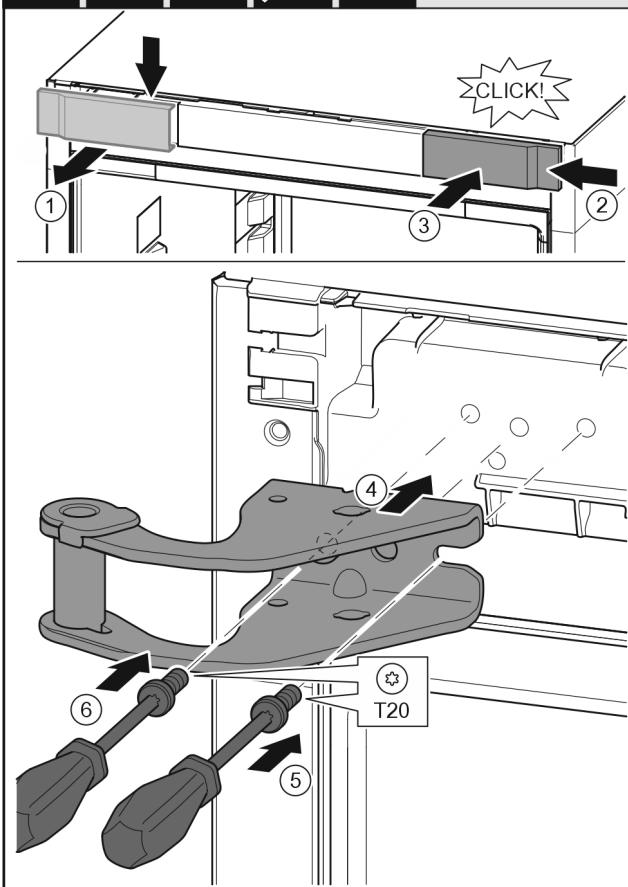

Fig. 9
- Detașați apărătoarea de sus spre înainte. Fig. 9 (1)
- Acroșați pe cealaltă parte din dreapta capacul rotit cu 180°. Fig. 9 (2)
- Fixați în poziție apărătoarea. Fig. 9 (3)
- Așezați suportul de lagăr superior. Fig. 9 (4)
- Așezați și înșurubați ferm șurubul cu șurubelnita T20. Fig. 9 (5)
- Introduceți și înșurubați ferm șurubul cu șurubelnita T20. Fig. 9 (6)